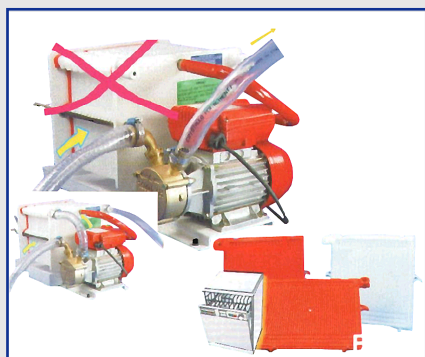

Abb. 2
- Entfernen Sie alle Plastikkacheln und säubern Sie sie gründlich, mit Wasser und einem neutralen Reinigungsmittel, gehen sie dabei behutsam vor, alternativ können Sie auch in einer Spülmaschine gereinigt werden. Siehe Abbildung 2.